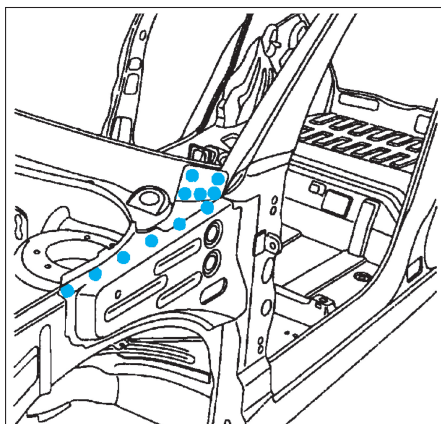

FIG. 57
- par points électriques (avec l'équipement AB1) (Fig.57).